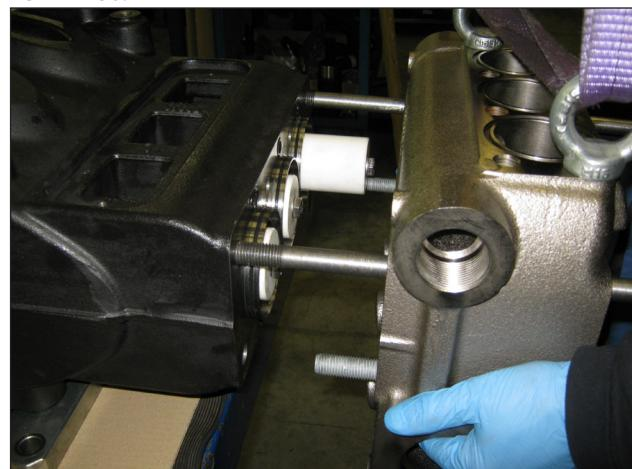
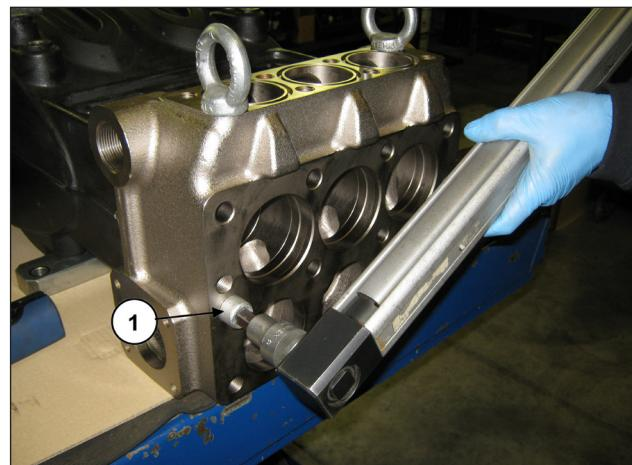

Fig. 119
Fig. 120
Montar la cabeza del cárter de la bomba (pos. ①, Fig. 119) con cuidado de no golpear los pistones y apretar los 2 tornillos M16x180 (pos. ①, Fig. 120) con la llave dinamométrica como se indica en el capítulo 3 CALIBRACIÓN DE AJUSTE DE LOS TORNILLOS.